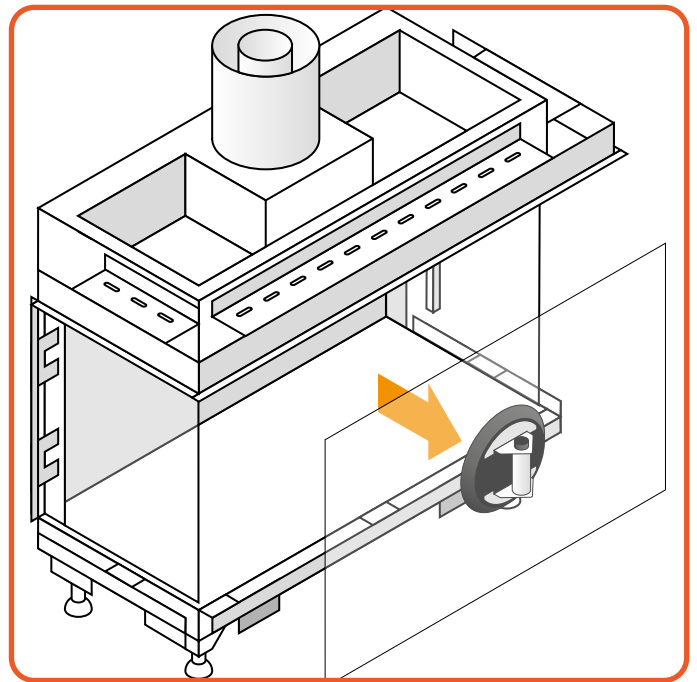

Figure 9.5 | Fenster entfernen
- Heben Sie das Glas aus der unteren Glasschiene heraus und kippen Sie es durch die Öffnung, wie in Abbildung 9.5 gezeigt.